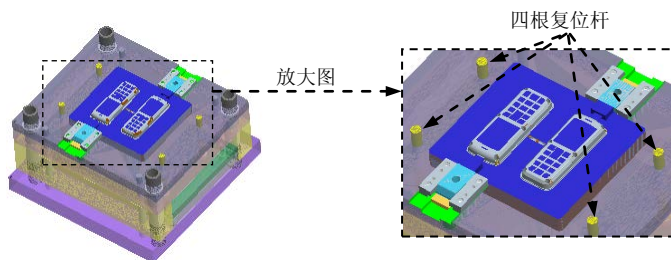

图 31.88 定义复位杆
复选框；单击 (1) 点 下面区域的 选取项目 选项使其激活，系统弹出“选择”对话框，选取 Step1 创建的任意一点，单击 确定 按钮，关闭对话框。结果如图 31.88 所示。